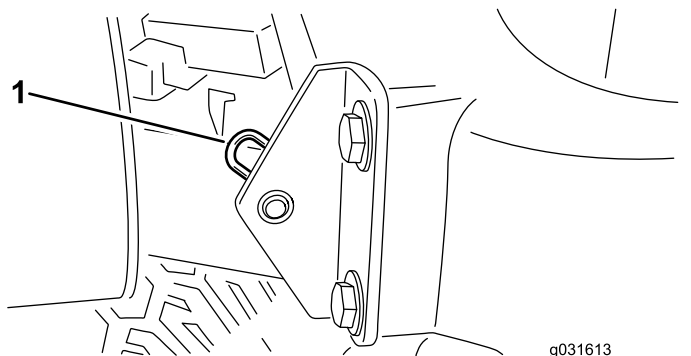

図 30
2. フードのピボット部をブラケットに固定しているヘアピンコッターを抜取る 図 30。